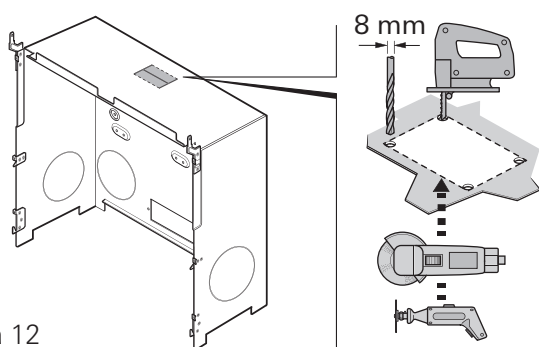

Figura 12
- ▶ Eseguire quattro fori preliminari negli angoli con una punta da 2,8 mm, quindi forare con una punta da 8 mm (Figura 12).
- ▶ Segare il foro rettangolare utilizzando un seghetto alternativo, un utensile multifunzione con disco metallico oppure cesoie piccole per lamiera (Figura 12).